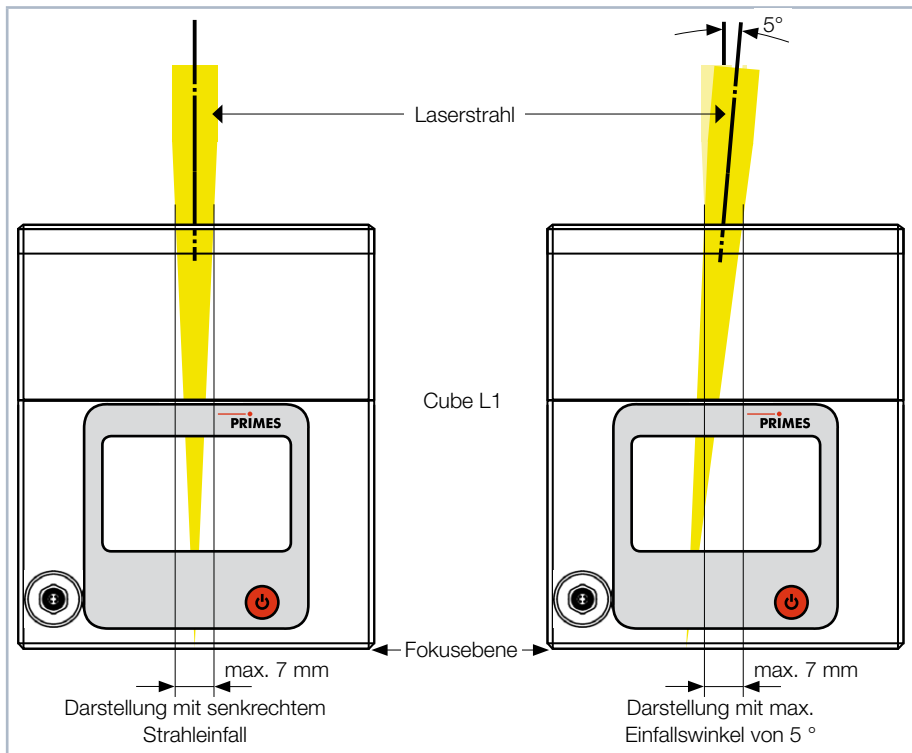

Abb. 8.1: Ausrichtung zum Laserstrahl
Das Gerät wird oberhalb des Fokus positioniert (siehe Abb. 8.1 auf Seite 16). Beachten Sie dabei, dass der Laserstrahl konvergent ist und die maximal zulässige Leistungsdichte am Strahleintritt nicht überschritten wird. Die Fokusslage des Laserstrahls muss an der Unterkante des Gerätes liegen.
1. Richten Sie das Gerät gemäß den Angaben im Kapitel 8.3 auf Seite 16 und der Abb. 8.1 auf Seite 16 zum Laserstrahl hin aus.